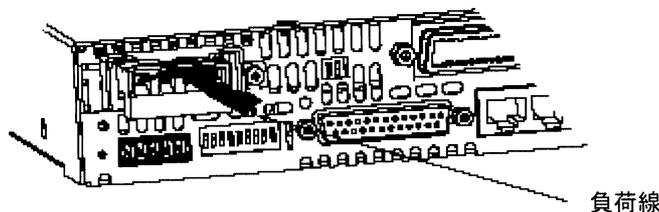

図 3-9: 保護カバーと負荷線の取付け
6. 束線バンドを使って負荷線を保護カバーの一方に締め付けます。図 3-9 を参照下さい。